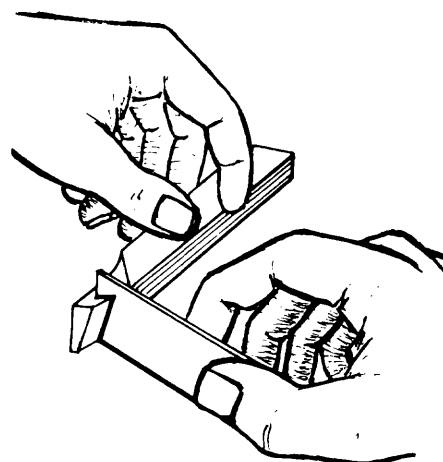

Fig. 12
- b Verifique los ángulos obtenidos, con calibrador o goniómetro según las superficies de referencia (fig.12).